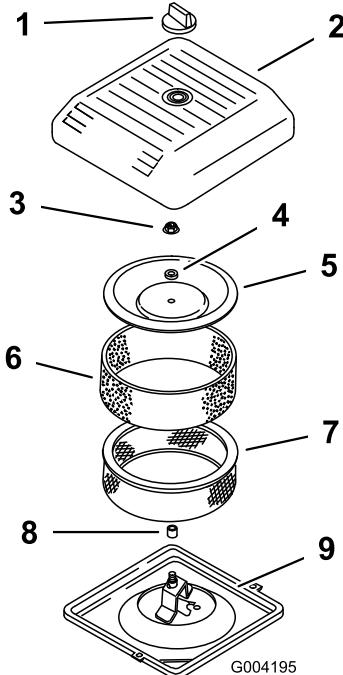

Bild 30
- Schrauben Sie das Handrad los und entfernen Sie die Luftfilterabdeckung (Bild 30).
- Schieben Sie den Schaumvorfilter vorsichtig vom Papiereinsatz herunter (Bild 30).
- Schrauben Sie die Abdeckungsmutter ab und nehmen Sie die Abdeckung und den Papiereinsatz ab (Bild 30).
- Schieben Sie den Luftfilter auf das Luftfilterunterteil (Bild 30).
- Setzen Sie die Abdeckung und das Distanzstück auf und befestigen Sie sie mit der Flügelmutter (Bild 30). Ziehen Sie die Mutter mit 11 Nm an.
- Setzen Sie die Luftfilterabdeckung ein und befestigen Sie sie mit dem Handrad (Bild 30).